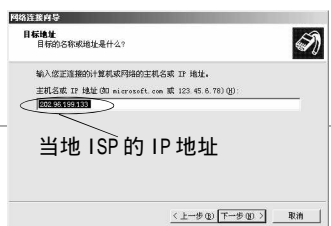

图 20 这里一般输入的是当地 ISP 为你提供的 IP 地址
当我们选择了“通过 Internet 连接到专用网络 (V)”之后, 就往下一步进行。紧接着在出现的主机名和 IP 地址栏中填入由当地 ISP 预先提供的 IP 地址 (图 20), 在这里也可以输入当地 ISP 的主机名, 但是一般输入的都是 IP 地址。然后再点击“下一步”会出现“可用连接”的选